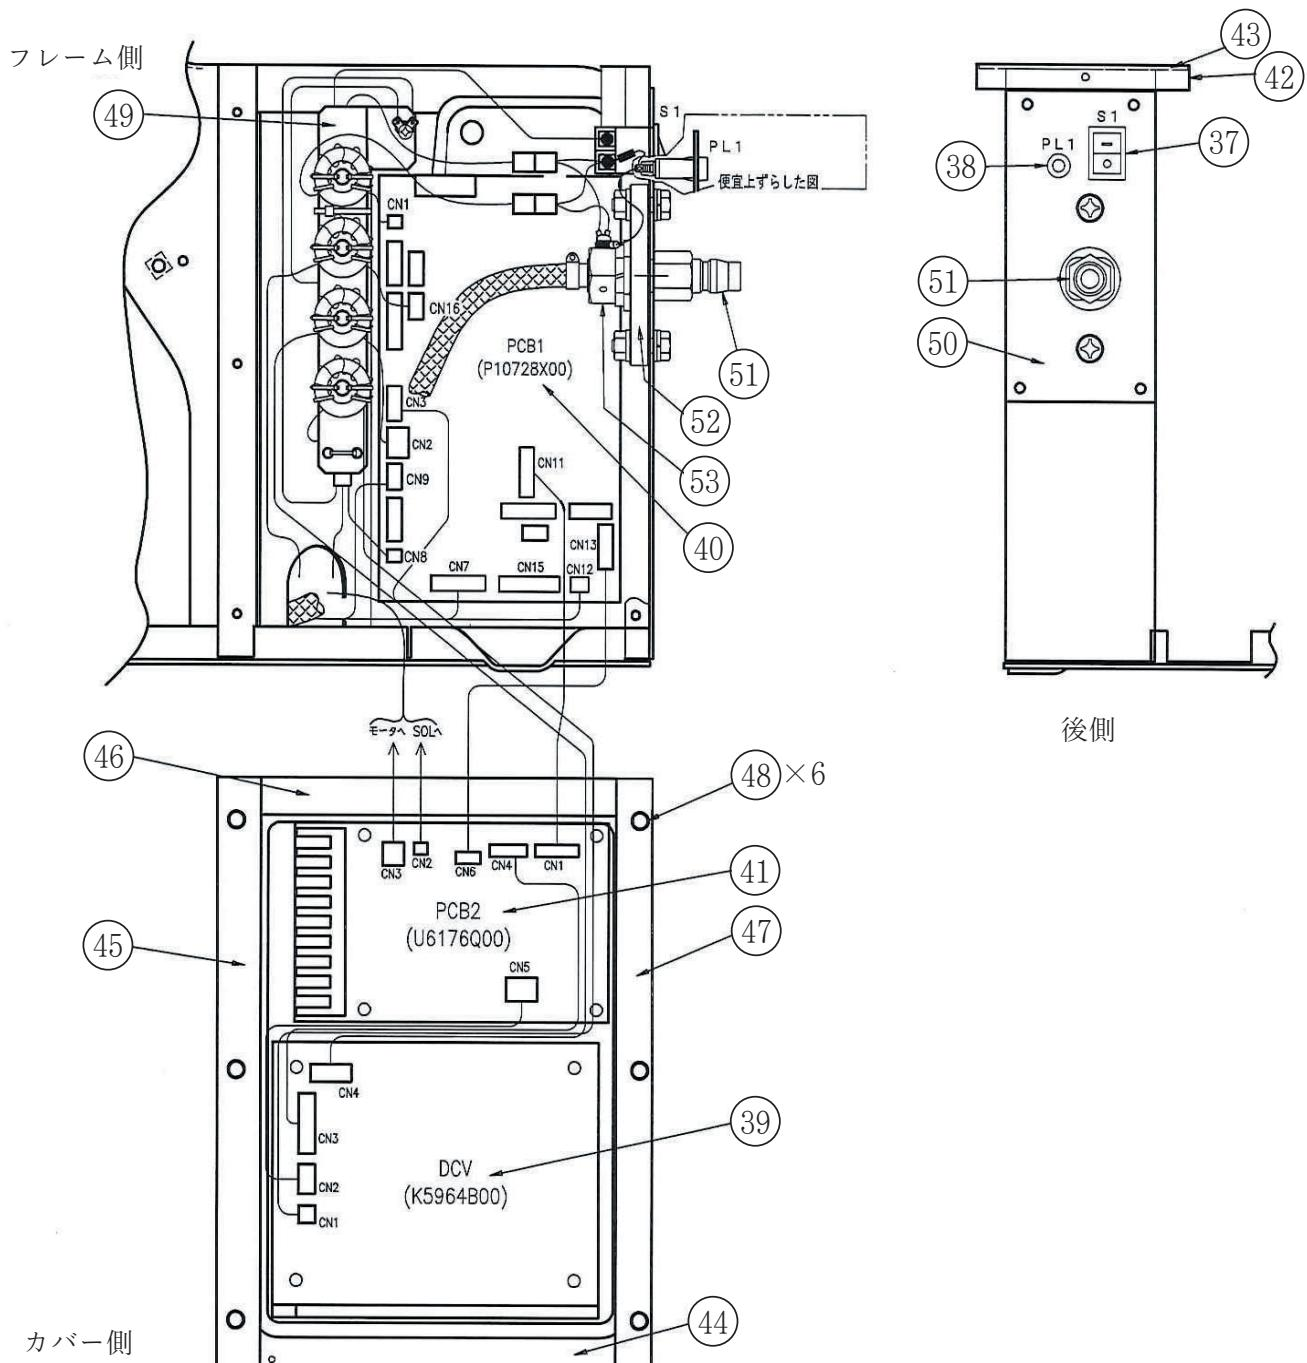

図2. 制御箱部品配置図
⑨ パーツリスト (つづき)
9.2 制御箱取付部品 (図2参照)